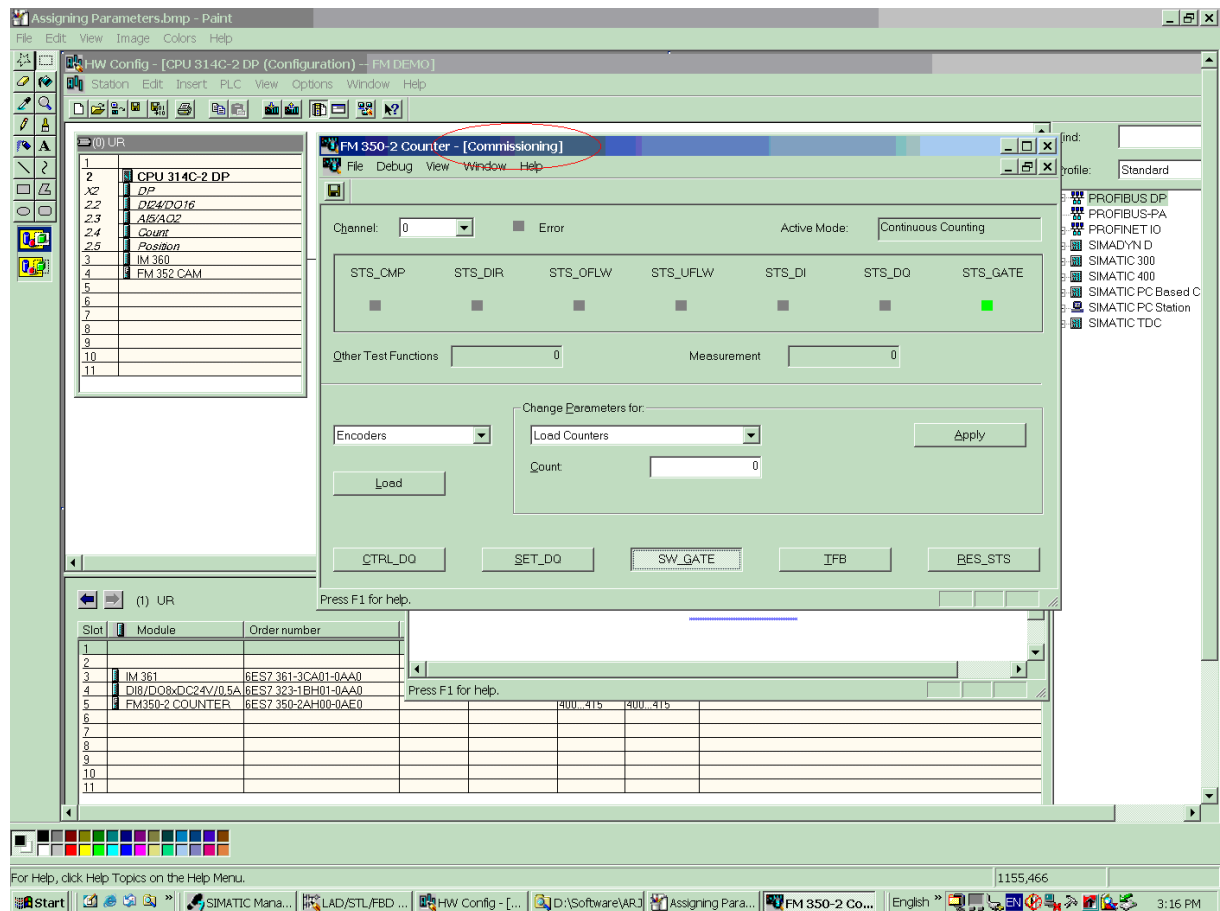

图 7
- 在 FM350-2 模板的“Assigning Parameters”界面中，打开 Debug>Commissioning 进行调试，改变参数，等等。如图 7 所示。